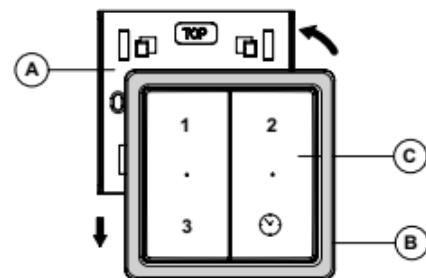

Fig. 6.
3. Positionnez l'interrupteur sans fil avec le cadre 5 mm environ au-dessus de la plaque de retenue A et abaissez-le, jusqu'à ce qu'il s'encliquette dans les griffes de la plaque de retenue. (fig. 6)